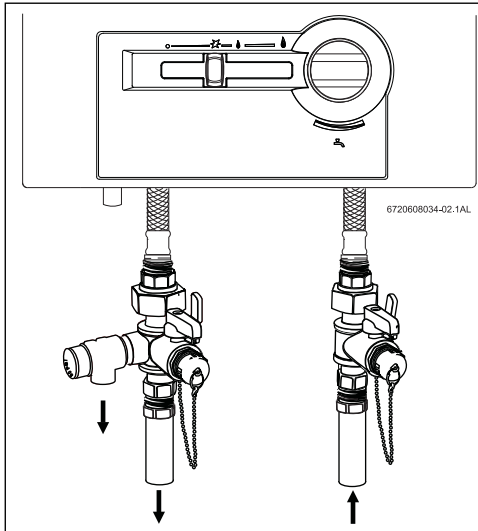

Fig. 14 Raccordement des conduites et de la soupape de sûreté
- Retirez le capot avant et repérez sur le côté droit le point de mesure de la pression d'entrée du gaz, indiqué à la Fig. 14